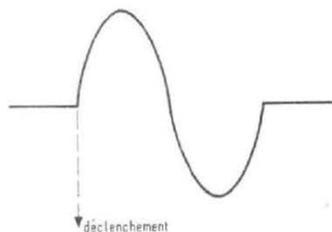

Fig. 3
– porte : toujours réduit à sa tension continue moyenne au repos, le signal de sortie réapparaît pendant toute la durée d'un créneau de commande, ou pendant toute celle où l'opérateur presse manuellement le poussoir (18). De toutes façons, le générateur délivre toujours un nombre entier de périodes (fig. 3).